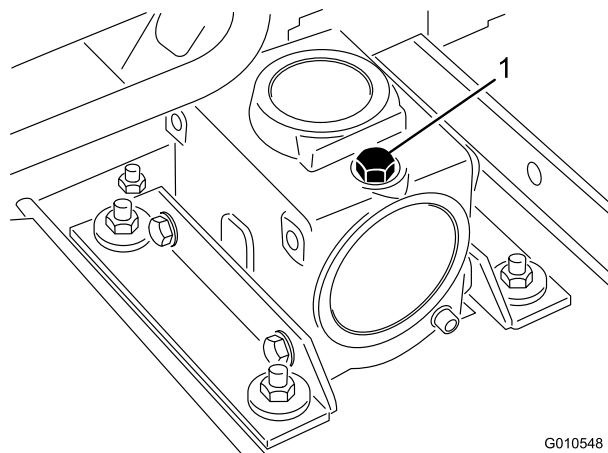

Figura 13
2. Retire a vareta/tampão de enchimento da parte superior da caixa de velocidades (Figura 13) e verifique se há lubrificante entre as marcas da vareta. Se o nível de lubrificante estiver baixo, adicione lubrificante suficiente até o nível ficar entre as marcas.